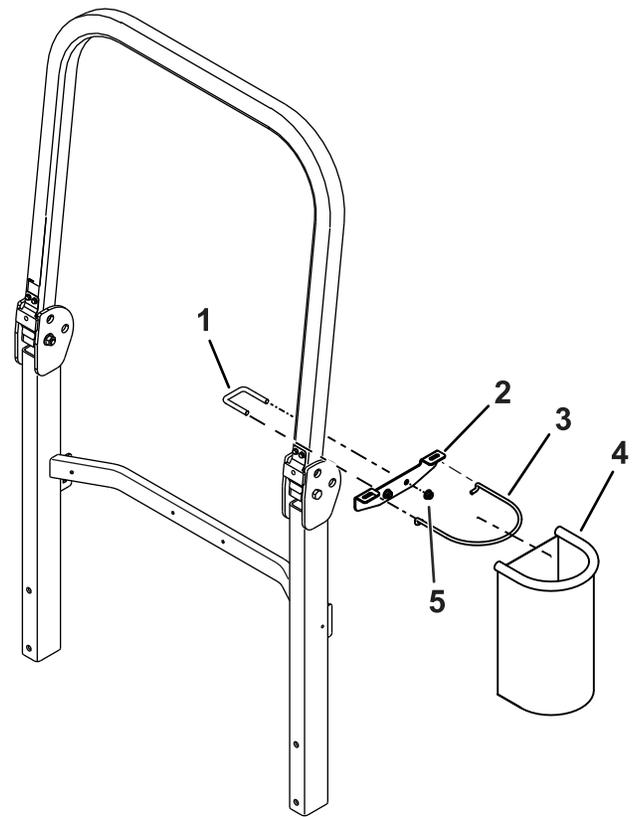

Figura 2
2. Sujete provisionalmente el soporte pequeño a la barra antivuelco con un perno en U y 2 contratuercas ($\frac{3}{8}$ "), como se muestra en la Figura 2.
3. Coloque el soporte en la barra antivuelco de manera que no interfiera con la máquina (Figura 2).
4. Apriete el perno en U que sujeta el soporte pequeño (Figura 2).
5. Instale la papeleras y la varilla en el soporte pequeño (Figura 2).